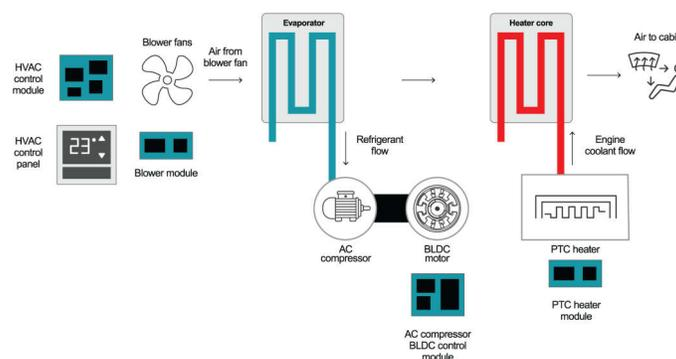

图 2. 混合动力汽车/电动汽车中的加热和冷却系统
在传统的内燃机 (ICE) 车辆中，热源来自 ICE。空气导管和空气阀用于控制低温和高温空气的比例，从而控制送入车内的空气的温度，进而控制车内的环境温度。在混合动力电动汽车 (HEV) 和电动汽车 (EV) 中，系统中有内部 PTC 加热器模块用于加热空气。图 2 展示了混合动力汽车/电动汽车中的加热和冷却系统。